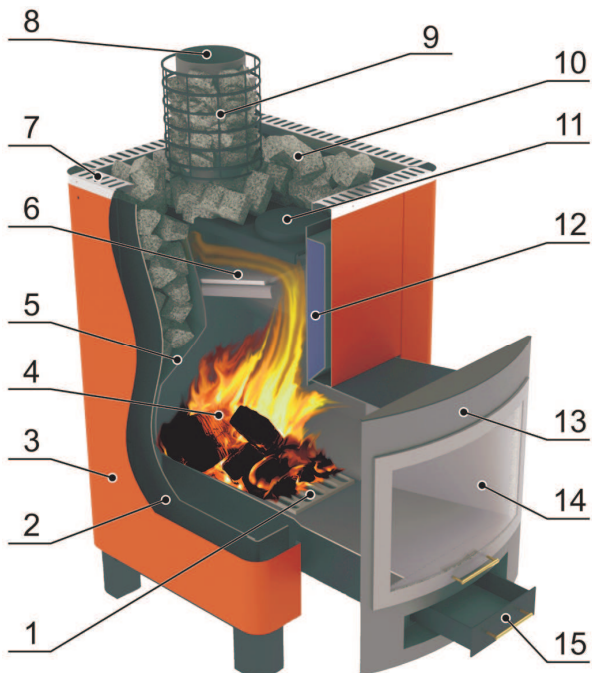

Рис.1
Корпус печи (см. рис. 1) сварен из стального листа толщиной в 4 мм. Чугунные колосники (1) обеспечивают равномерное и интенсивное горение топлива. Дверцы топки (14) имеют окно из термостойкой стеклокерамики, через которое можно наблюдать за процессом горения.
Не рекомендуется укладывать камни выше печи: они не смогут нагреться до температуры необходимой для образования пара. Желая увеличить количество камней (для получения большего количества пара и более длительной поддержки высокой температуры в бане), можно дымоход печи обложить камнями, используя для их поддержки металлическую сетку (см. рис. 1).